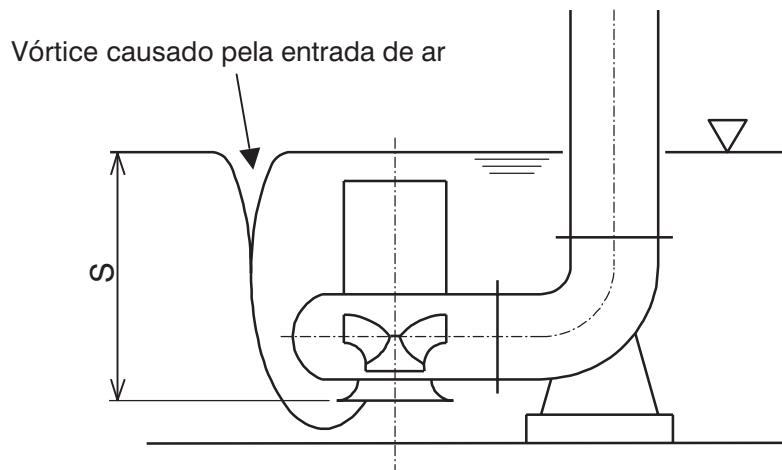

Fig. 1 - Vórtice causado pela entrada de ar
A falta de submergência mínima permite a entrada de ar na succão da bomba gerando um vórtice, conforme mostrado na Fig. 1. A geração desse vórtice pode ser evitada respeitando a submergência mínima da bomba (S).